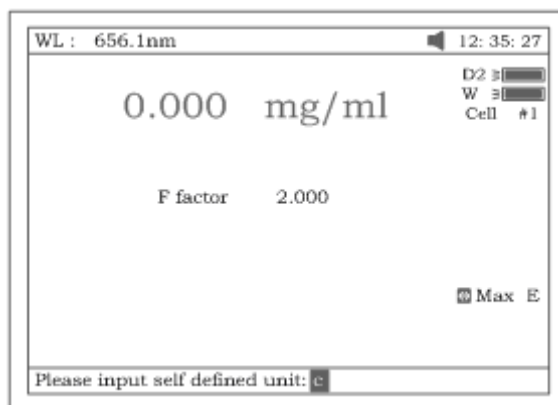

Рис. 22
- Если ни одна из единиц не подходит вам для анализа, выберите пункт «Other» («Другая») и введите новую единицу, пользуясь цифровой клавиатурой и курсорными клавишами (рис.22)